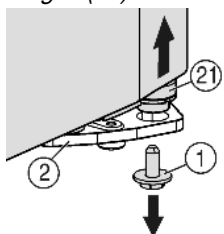
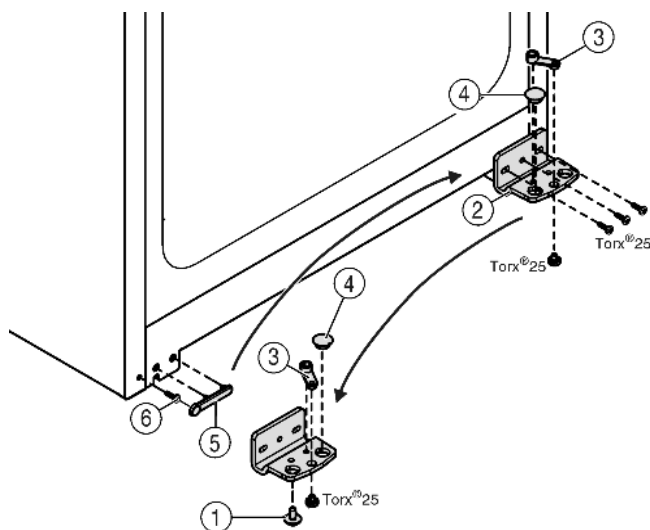

Fig. 6
Fig. 7
- ▶ Vpravo dole na stojanu ložiska vyšroubujte pojistný šroub Fig. 6 (1).
- ▶ Ložiskový čep Fig. 6 (21) se uvolní ze stojanu ložiska Fig. 7 (2).
- ▶ Pokud se ložiskový čep Fig. 6 (21) neuvolní, vytačte čep zdola.
- ▶ Našroubujte stojan ložiska Fig. 7 (2).
- ▶ Našroubujte ložiskový díl Fig. 7 (3) a přemístěte do protilehlého upínacího otvoru stojanu ložiska, opět přišroubujte.
- ▶ Vyjměte ze stojanu ložiska zátku Fig. 7 (4) a nasadte do protilehlého upínacího otvoru stojanu ložiska.
- ▶ Opatrně zvedněte kryt Fig. 7 (5) na straně madla.
- ▶ Vyšroubujte šroub Fig. 7 (6) a na protější straně ho opět nasadte.
- ▶ Kryt Fig. 7 (5) opět nasadte.
- ▶ Přišroubujte opět stojan ložiska Fig. 7 (2) na novou stranu závěsu (sílu 4 Nm), příp. pomocí akumulátorového šroubováku.
- ▶ Zašroubujte a dotáhněte pojistný šroub *Fig. 6 (1)* dole do ložiskového čepu (**silou 4 Nm**).